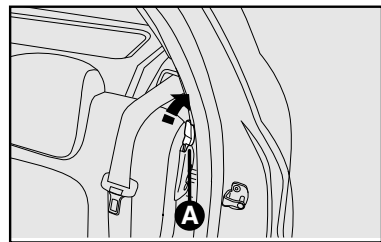

fig. 90
4) Desencaixar o encosto, movendo as alavancas laterais A-fig. 90 no sentido da seta.
Para isso, destravar a alavanca da direita ou da esquerda **A-fig. 90** e rebater para a frente o encosto até obter uma única superfície de carga.